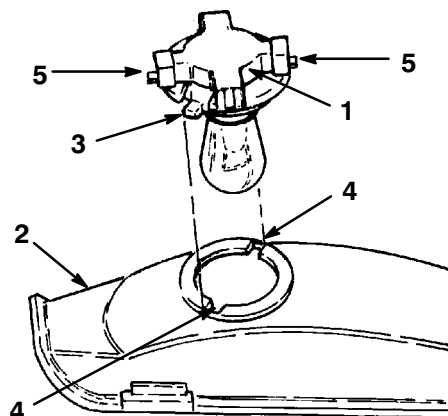

Figure 34
3. Dévissez l'embase d'un quart de tour vers la gauche et déposez-la du réflecteur (Fig. 34).
2. L'embase de l'ampoule présente deux languettes (Fig. 34). Alignez ces languettes face aux rainures du réflecteur, insérez l'embase dans le réflecteur et vissez-la à fond d'un quart de tour vers la droite.